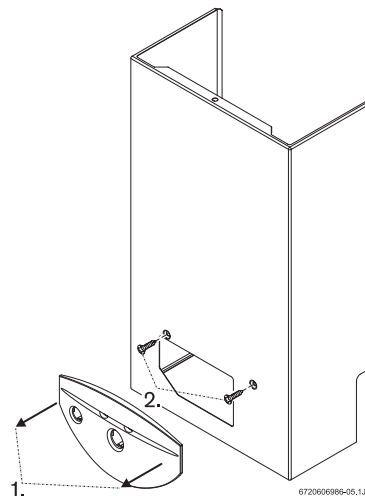

Fig. 6 Smontaggio mantellatura
- ▶ Distaccare il pannellino frontale tirandolo verso l'esterno (Fig. 6, pos. 1).
- ▶ Svitare le due viti (Fig. 6, pos. 2).